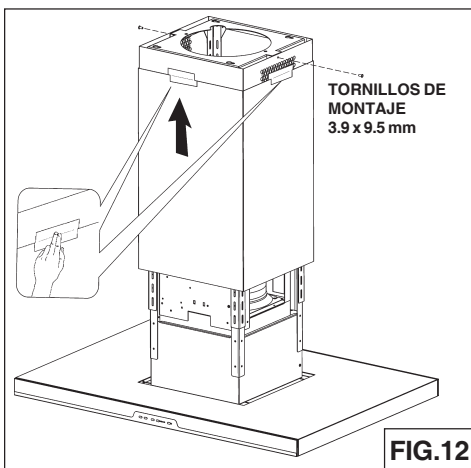
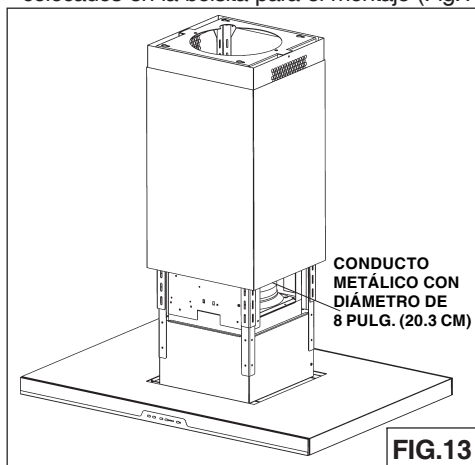

FIG.12
FIG.13
2. Adjunte tubo superior temporalmente a la estructura de soporte con los tornillos de montaje 3.9x9.5 mm, deslice el tubo inferior en el bastidor de soporte y la cinta para mantenerlo en su lugar (Fig. 12).
3. Monte la campana al techo con los (4) tornillos 6x70mm instalados previamente. Estos apriete los tornillos. Instale (2) tornillos de 6x70mm adicionales, como se muestra en la ilustración. Asegúrese de que todos los (6) tornillos estén firmes.
4. Asegure la campana en el techo e instalar el (2) tornillos adicionales (6x70mm).
5. Utilice **8" conducto redondo de metal duct** para conectar el collar del ducto de la campana a la red de conductos de arriba (Fig.13).